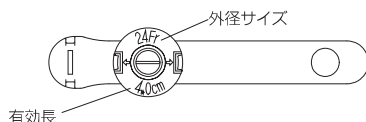

図1
- ・本品：留置中のボタンの体外固定部に記載されたボタンの有効長と外径サイズを確認し（図1）、適合するセット品（MD-49820P, MD-49825P, MD-49830P, MD-49835P, MD-49840P, MD-49845P, MD-49850P, MD-49855P）を準備する。